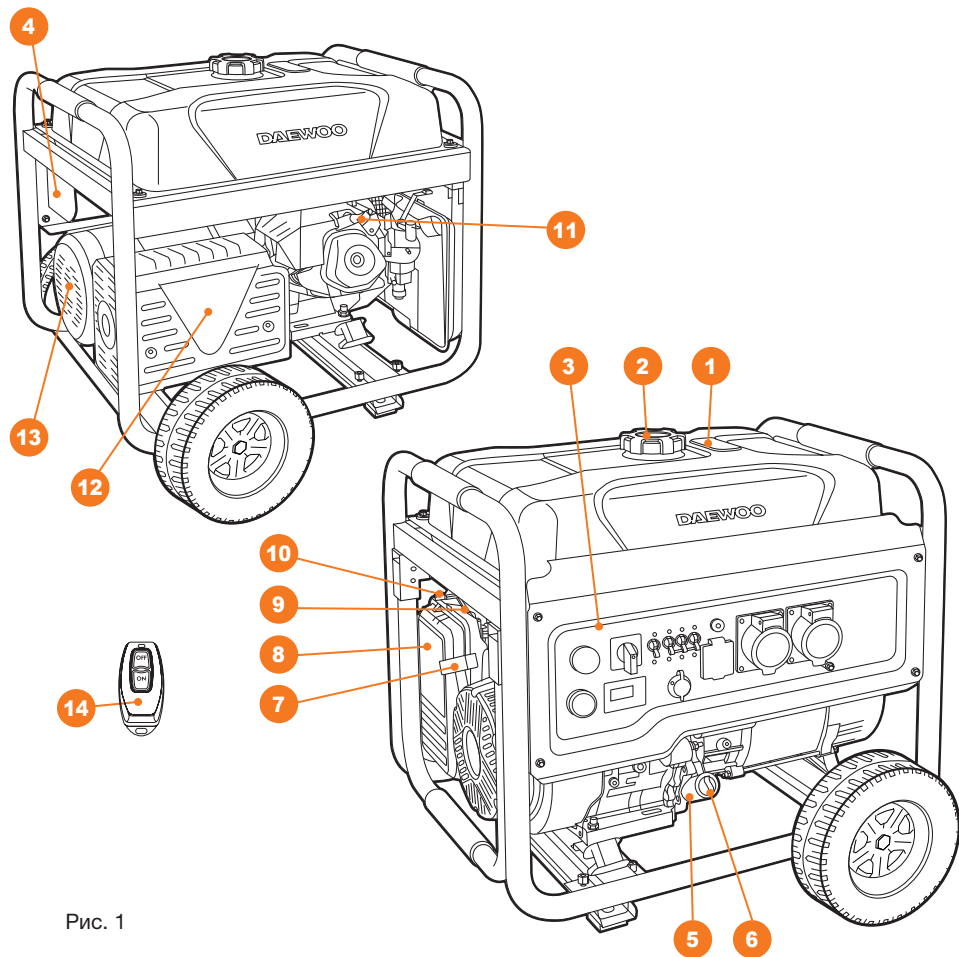
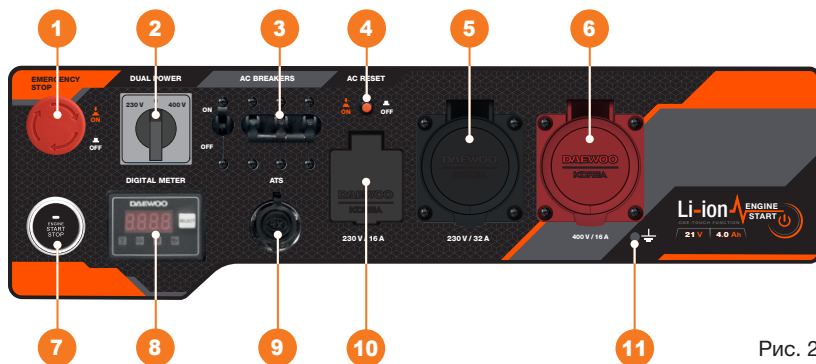

Рис. 1
Рис. 2
- Перед запуском генератора установите аккумулятор в специальный отсек 4 (Рис. 1).
- Выберите необходимый режим напряжения на переключателе 2 (Рис. 2).
- Отключите все ранее подключенные источники питания и поверните кнопку экстренной остановки 1 (Рис. 2) по стрелкам до щелчка. При щелчке кнопка выскакивает в сторону оператора, это нормальная работа кнопки.
- Откройте топливный кран 9 (Рис. 1), переведите рычаг в положение «ОТКРЫТО» (OPEN).
- Нажмите кнопку запуска генератора 7 (Рис. 2) в одно касание, при ручном запуске потяните ручку стартера 7 (Рис. 1).
- Плавно вытяните рукоятку стартера 7 (Рис. 1) на 5-10 см, пока не почувствуете сопротивление. Затем плавным, но быстрым (без рывка) движением вытяните стартер.
- Подключите электрооборудование или переведите аварийный выключатель в положение «ВКЛ» (ON).
В случае экстренной ситуации нажмите (утопите) кнопку экстренной остановки 1 (Рис. 2). Двигатель генератора при этом остановится незамедлительно.